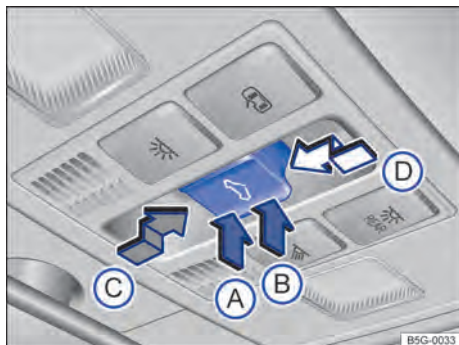

Fig. 54 No revestimento do teto: botão do teto de vidro.
Função	Ação → Fig. 54
O botão → Fig. 54 é de 2 níveis. No 1º nível o teto pode ser totalmente ou parcialmente levantado, aberto ou fechado.
- *Teto de vidro*: dentro de aproximadamente 5 segundos após a liberação do limitador de força, pressionar o botão  → Fig. 54 até o 2º estágio na direção da seta → Fig. 54 Ⓛ, até que o teto de vidro esteja totalmente fechado.